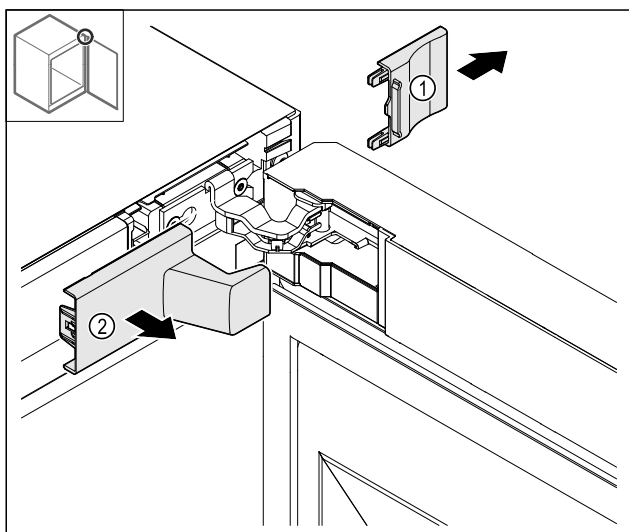

Fig. 9
- Rimuovere la copertura Fig. 9 [1] e poi Fig. 9 [2].